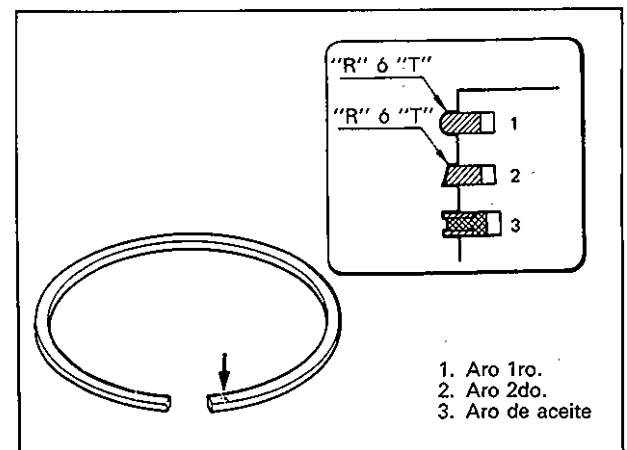

Fig. 6A-125 Instalación de los aros del pistón
- Los cojinetes de subtamaño de 0,25 mm se encuentran disponibles en cinco clases diferentes que varían en espesor. Para su identificación, cada cojinete lleva una marca de pintura de los siguientes colores, en el lugar indicado en la Fig. 6A-145. Cada color indica los siguientes espesores en el centro del cojinete.